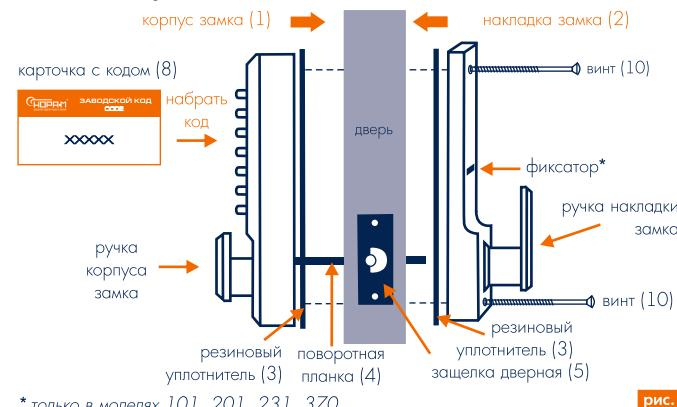
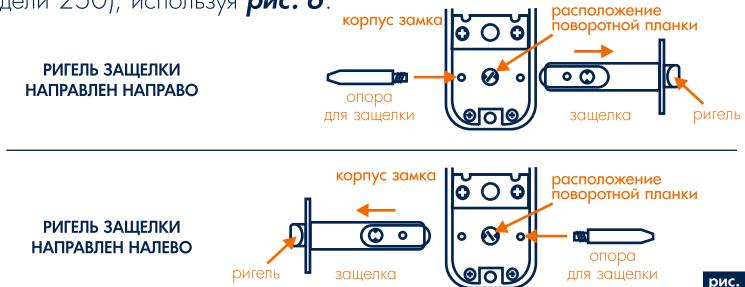

рис. 2
рис. 6
Замок кодовый универсальный: подходит как для левых, так и для правых дверей, открывающихся наружу и внутрь. Возможна установка на двери толщиной 35 - 55 мм (при использовании винтов (11) длиной 50 мм и втулок 12 **рис. 2**). При необходимости, укоротив поворотную планку (4), возможна установка на двери с меньшей толщиной 35 - 45 мм, (при использовании винтов (10) **рис. 2** длиной 35 мм).
- ручка корпуса замка (1) **рис. 2** должна повернуться и легко вернуться в исходное положение. Если вы хотите изменить код замка, следует сделать это до его установки на дверь (см. инструкцию по смене цифро-буквенной комбинации накладки замка, **стр. 7**);
2.6 Установка опоры (12) для защелки
Опора (12) необходима для точной фиксации защелки (5) в двери. Установите опору (12) для защелки (5) в корпус замка (1) (кроме модели 250), используя **рис. 6**.
- вставьте поворотную планку (4) через прямоугольный паз в двери и убедитесь, что она входит в защелку (5) согласно **рис. 2**;
- используйте винты (10) **рис. 2** под толщину двери так, чтобы винты плотно прижимали накладку замка к двери;
- приставьте корпус замка (1) и накладку замка (2) к двери, как показано на **рис. 2**, причем поворотная планка должна располагаться в корпусе замка в определенном положении см. **рис. 6**;